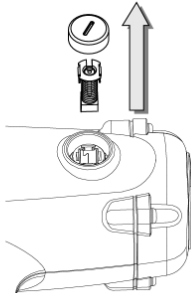

Abb. 4
- Entnehmen Sie die Karbonbürste(Abb. 4).